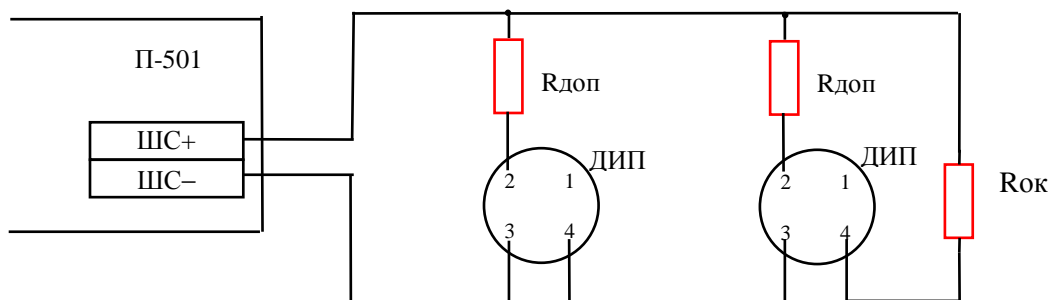

Рисунок 10.9 Пример подключения пожарного дымового извещателя в ШС
**Пример подключения пожарного дымового** извещателя в ШС представлен на рис.10.9.